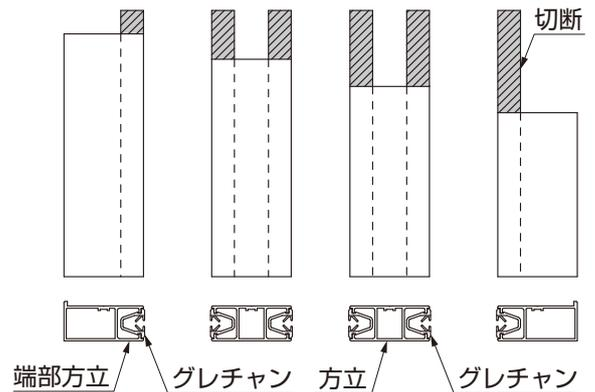

図6-2 長さ方向 上段スクリーンの場合
- ② 長さ方向 上段スクリーンの場合は、はめ込んだグレチャンを端部方立・方立の寸法に合わせて切断してください。(図6-2参照)
- ③ 端部方立を上下枠、中棧に【7-1】で取付けてください。
- ④ パネルをわん曲させながらはめ込んでください。
- ⑤ 方立を上下枠、中棧にあてがい、パネルにスライドさせてはめ込み【7-1】で固定してください。